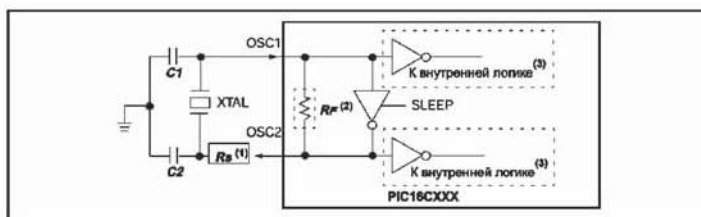
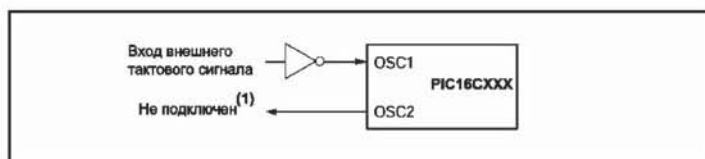

Рисунок 2.1 - Подключение кварцевого/керамического резонатора в HS, XT и LP режиме тактового генератора
Рисунок 2.3 - Подключение внешнего тактового сигнала в HS, XT и LP режиме тактового генератора
В режимах тактового генератора XT, LP и HS кварцевый или керамический резонатор подключается к выводам OSC1, OSC2 (см. рисунок 2.1). Для микроконтроллеров PICmicro нужно использовать резонаторы с параллельным резонансом. Использование резонаторов с последовательным резонансом может привести к получению тактовой частоты, не соответствующей параметрам резонатора. В режимах XT, LP и HS микроконтроллер может работать от внешнего источника тактового сигнала OSC1 (см. рисунок 2.3).
2. Емкость конденсаторов C1 и C2 (см. рисунок 2-1);
5. Сопротивление резистора R_s , если подключен (см. рисунок 2-1);
рисунок 2.1). Типовые значения емкости конденсаторов C1, C2 для кварцевого/керамического резонатора представлены в таблице 2.3 и 2.4. Точное значение емкости конденсаторов для конкретного микроконтроллера смотрите в соответствующей технической документации.
Когда микроконтроллер работает от внешнего источника тактового сигнала (рисунки 2.4, 2.5), тактовый генератор должен быть настроен в режиме HS, XT или LP (рисунок 2.3).